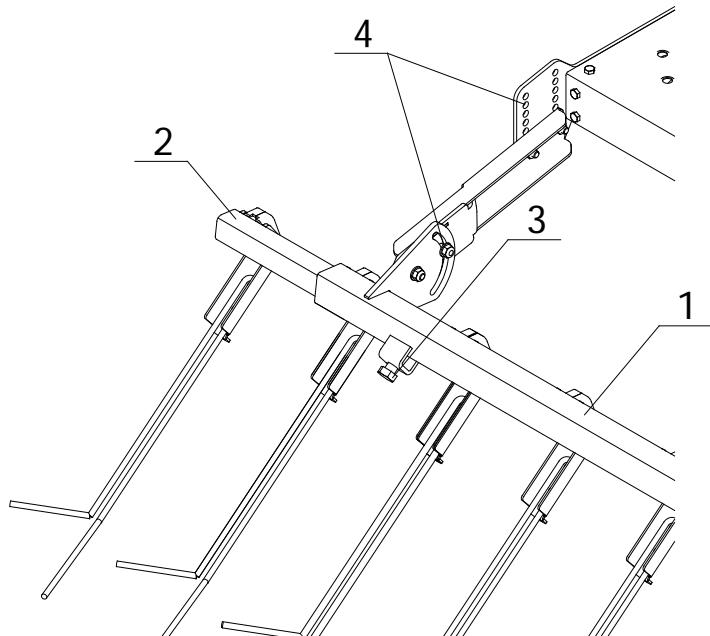

Abb.17 Exaktstriegel
Der Exaktstriegel (1) (Abb.17) dient zum gleichmäßigen Überschütten des Saatguts, welches in den Rillen, die durch die Scheibenschare erzeugt werden, abgelegt wird, sowie zur abschließenden Glättung des Bodens nach der Durchfahrt der Sämaschine. Der Arbeitsbereich des Exaktstriegels umfasst die gesamte Arbeitsbreite der Maschine. Er besitzt eine Verlängerung (2) zur Glättung der Spuren der vorherigen Durchfahrt. Um die Breite der Maschine beim Transport bis zu 3m zu reduzieren, muss die Verlängerung (2) in den Striegelbalken (1) eingeschoben und mit einer Schraube (3) gesichert werden. Die Position des Exaktstriegels wird auf den Löchern (4) eingestellt. Dadurch dass die einzelnen Zinken des Striegels nach hinten ausschwenken können, ist er gegen das Verstopfen durch Ernte- und Unkrautreste unempfindlich. Der Druck des Exaktstriegels muss so feingetunet werden, damit die Zinken während der Durchfahrt das Saatgut nicht aus der Rille herauskratzen.